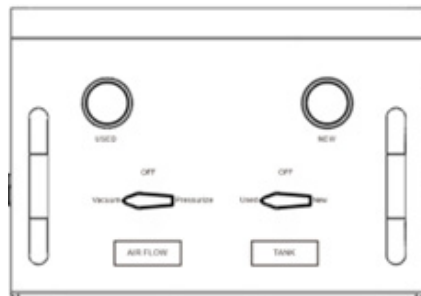

Fig 6.
3. 3. Drehen Sie am Bedienfeld das linke Ventil „AIR FLOW (LUFTFLUSS)“ auf „Vacuum (Vakuum)“ und das rechte Ventil „TANK“ auf „Used (gebraucht)“ (Abb. 6), öffnen Sie das Ventil am Schlauch für die gebrauchte Flüssigkeit (transparent). Öffnen Sie dann das Ventil für die Werkstattluft und es wird ein Unterdruck von bis zu -20inHg sowohl im gebrauchten Tank als auch im Fahrzeug erzeugt. Das Frostschutzmittel beginnt vom Fahrzeug in den gebrauchten Tank des Geräts zu fließen und die Schläuche des Fahrzeugs fallen zusammen.